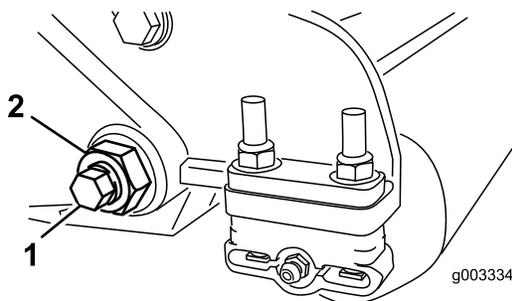

Figura 28
- Su ciascun lato della macchina, allentate il dado di bloccaggio che fissa il bullone della barra di appoggio (Figura 28).
verso il basso e rimossa dal bullone della macchina (Figura 28).